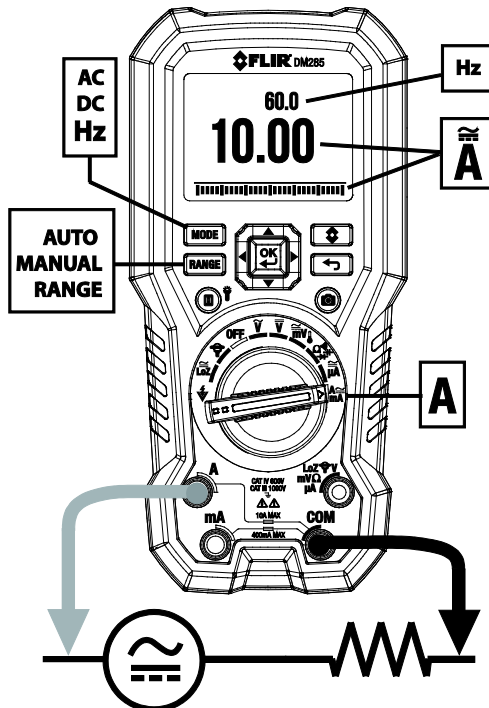
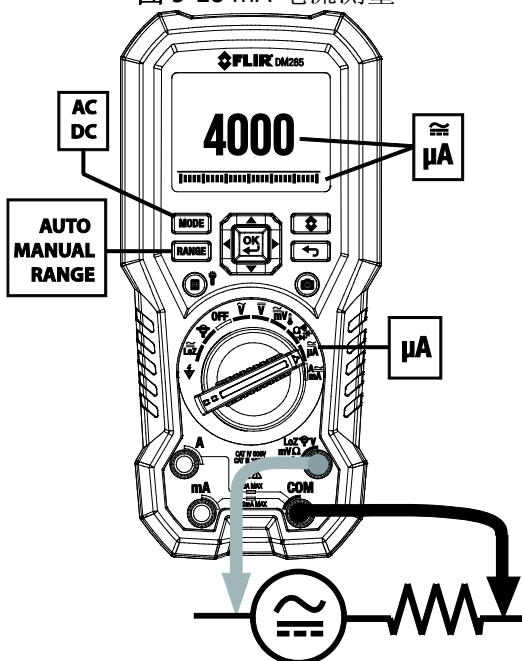

图 9-9 高电流 "A" 测量
图 9-11  $\mu\text{A}$  电流测量
4. 进行 "A" 测量时，按照图 9-8 和图 9-9 将探头导线与零件串联，进行 mA 测量和  $\mu$ A 测量时，请分别参阅图 9-10 和图 9-11。